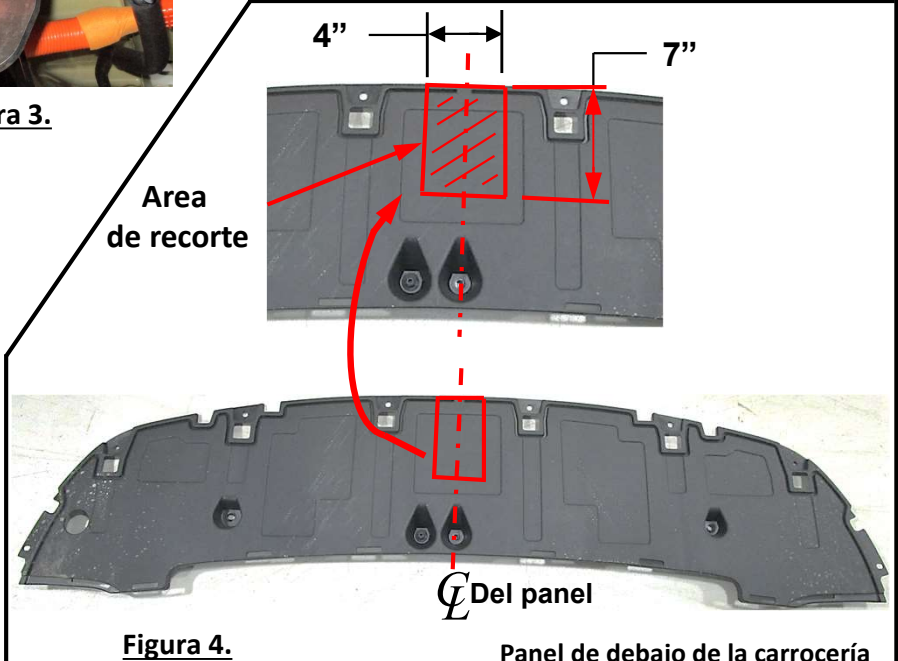

Figura 4.
- 5. Recorte el panel de la parte inferior de la carrocería** - mida, marque y corte una muesca en el centro del panel de la parte inferior de la carrocería de aproximadamente 4" de ancho por 7" de profundidad. **Ver figura 4.**
5. Recorte el panel de la parte inferior de la carrocería - mida, marque y corte una muesca en el centro del panel de la parte inferior de la carrocería de aproximadamente 4" de ancho por 7" de profundidad. Ver figura 4.